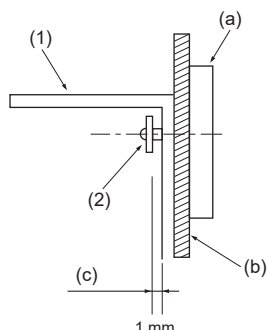

Afb. 3-2
3.2. Beveiligingsbeugel (Afb. 3-2)